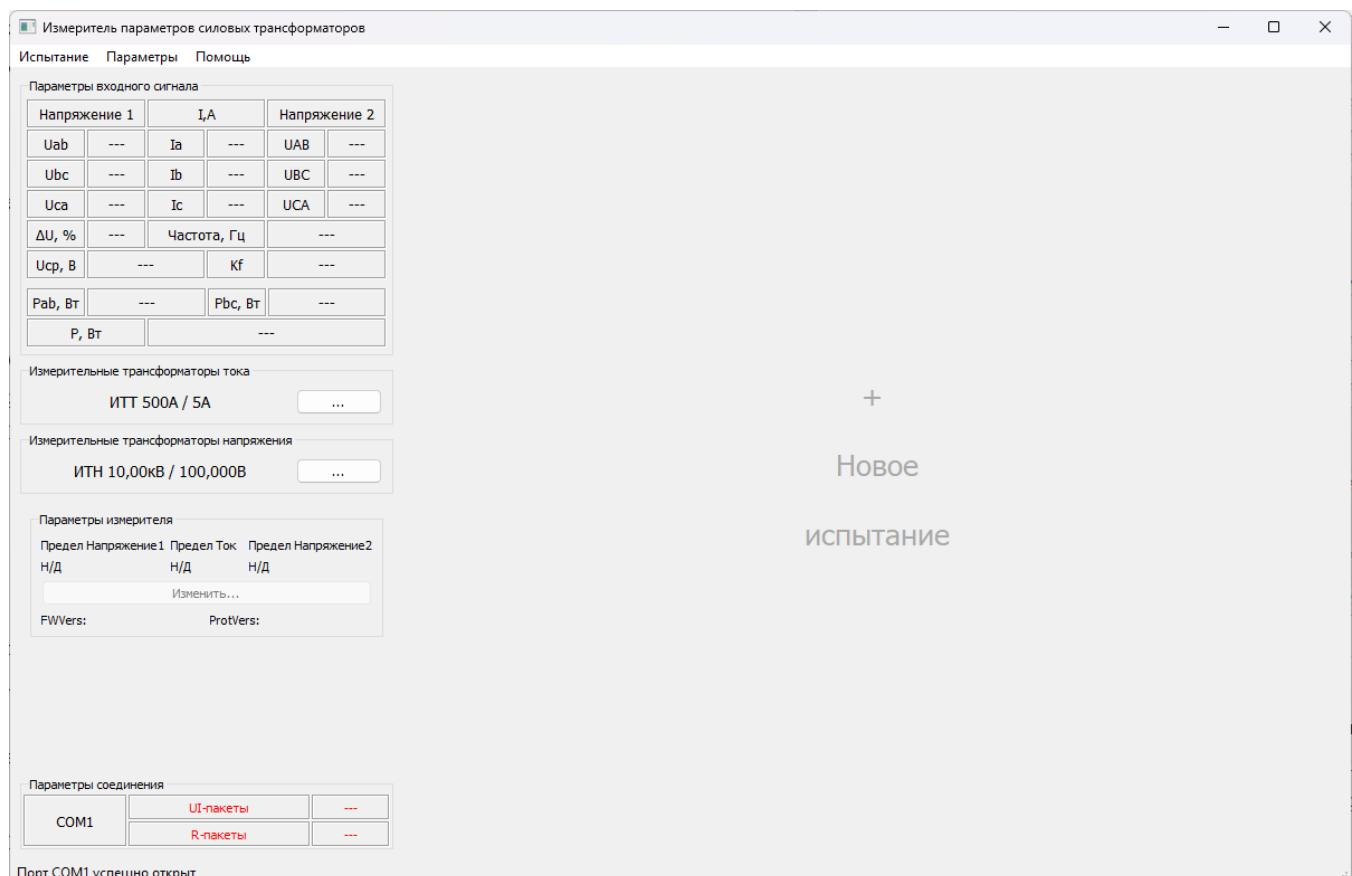

Рис. 4. Основное рабочее окно ПО «СЭИТ»
После запуска программы на экране появляется основное рабочее окно. Его вид представлен на рис. 4.
- 1) Запускаем ПО, дожидаемся загрузки и появления основного рабочего окна (рис. 4).